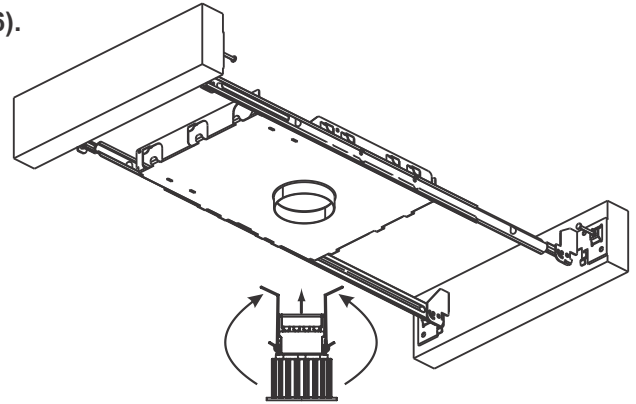
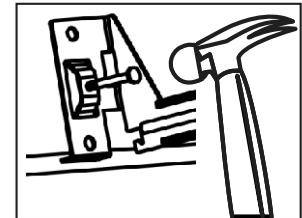

Figure 5.
Figure 6.
Step 1. Extend hanger bars to fit between joists. Each hanger bar foot is contoured to align with the bottom of ceiling joists (**Figure 5**). Set frame into place by hammering in the nails at each foot (**Figure 6**).
Étape 1. Étendre les cintres de barres entre les solives. Chaque pied de suspension de barre est profilé pour aligner avec le bas des solives de plafond (**Figure 5**). Mettre le cadre en place en martelant dans les ongles à chaque pied (**Figure 6**).